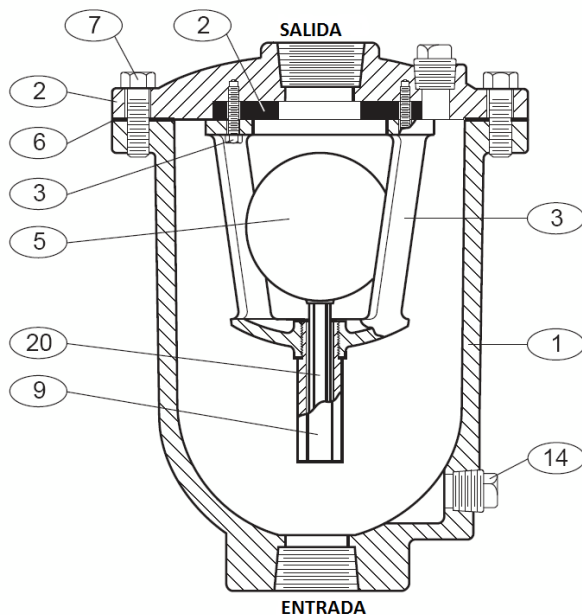

FIGURA 2. VALVULA DE AIRE y VACÍO DE 1/2"-3"
En las válvulas de Aire y Vacío el cuerpo de la válvula y la tapa son de hierro fundido. Todos los componentes internos metálicos son de acero inoxidable con la excepción del asiento de la válvula que es de goma. El flotador (5) y su guía (20) son las únicas partes móviles que aseguran larga vida con mínimo mantenimiento. Los detalles generales de construcción están ilustrados en la Figura 2: El cuerpo (1) es de conexión roscada para ser conectada a la tubería. El asiento (4) está retenido entre la tapa (2) y el asiento (4) está retenido por el deflector (3).